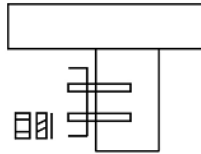

Fig. 2
2. Inserte los tacos de instalación en el muro. Cuelgue la chapa de intalación y fijela con los tornillos. (Fig. 2)